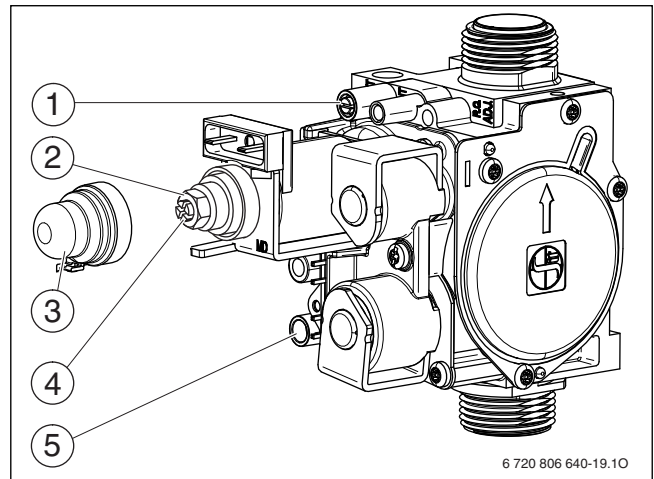

Рис. 31 Газовая арматура
- ▶ Отверните уплотнительный винт штуцера измерения давления на форсунках (→ рис. 31, [1]) и подсоедините U-образный манометр.
- ▶ Снимите крышку (→ рис. 31, [4]).
- ▶ Для «тах» давление (мбар) на форсунках приведено в таблице на стр. 37 Установите давление на форсунках регулировочным винтом максимального расхода газа (→ рис. 31, [2]). Поворот направо - больше газа, поворот налево - меньше газа.
- ▶ Давление на форсунках (мбар) для положения «минимум» приведено в таб. на стр. 37. Установите давление на форсунках регулировочным винтом минимального расхода газа (→ рис. 31, [3]).
- ▶ Отверните уплотнительный винт на штуцере измерения подаваемого давления газа (→ рис. 31, [5]) и подсоедините манометр.